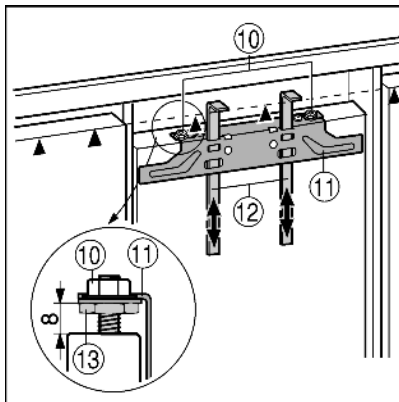

Fig. 13
- ▶ Pousser les gabarits de montage Fig. 13 (12) vers le haut à hauteur de porte du placard. Bord inférieur de butée ▲ du gabarit de montage = bord supérieur de la porte du placard à monter.
- ▶ Dévisser la traverse de fixation Fig. 13 (11) au moyen des contre-écrous Fig. 13 (10).